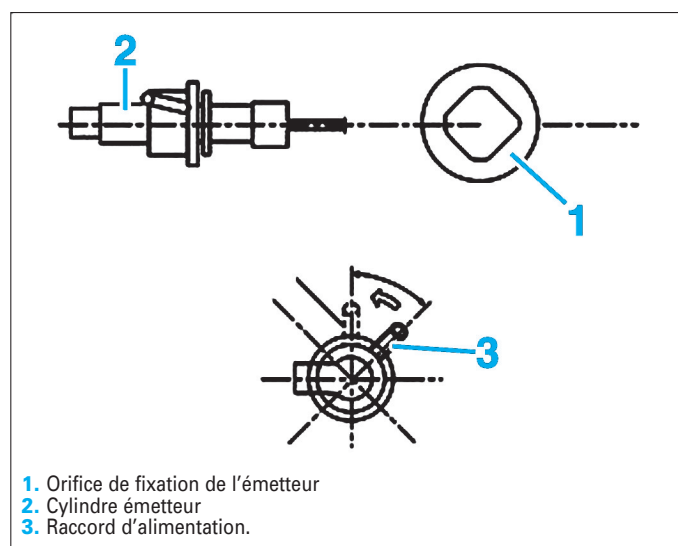

Fig. 4
- Insérer l'émetteur dans l'orifice de fixation (Fig.4).